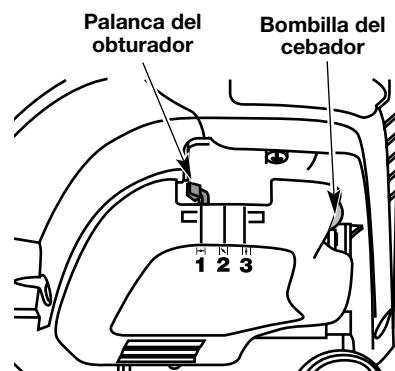

Fig. 20
4. Oprima completamente el cebador y suéltelo 10 veces. Hágalo lentamente. Se deberá ver un poco de combustible en el cebador y en las tuberías de alimentación de combustible (Fig. 20). Si no puede ver el combustible en el cebador, oprímalos y suéltelos tantas veces como sea necesario hasta que vea combustible en el mismo.
5. Coloque la palanca del obturador en **Posición 1** (Fig. 20).
7. Coloque la palanca del obturador en **Posición 2** (Fig. 20).
10. Coloque la palanca del obturador en **Posición 3** (Fig. 20) la unidad está lista para usarse.